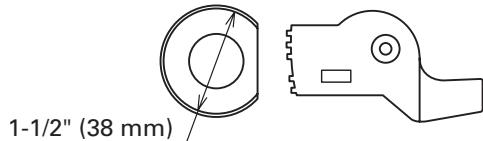

Fig. 27
- (3) Ensemble de rouleau central (D 38)(Fig. 27)(No. de code 321445)